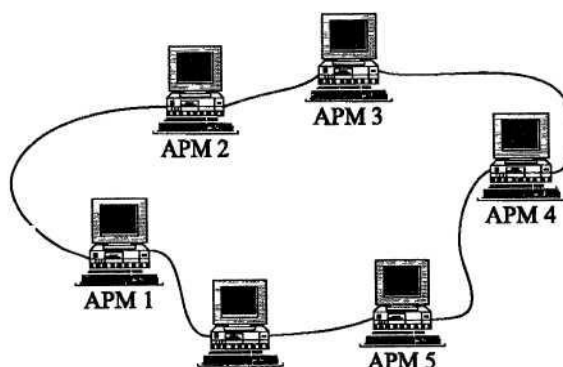

Рисунок 2 - Кольцевая топология
*Кольцевая топология* - коммуникационная связь рабочих станций, которая замкнута в кольцо (рисунок 2)